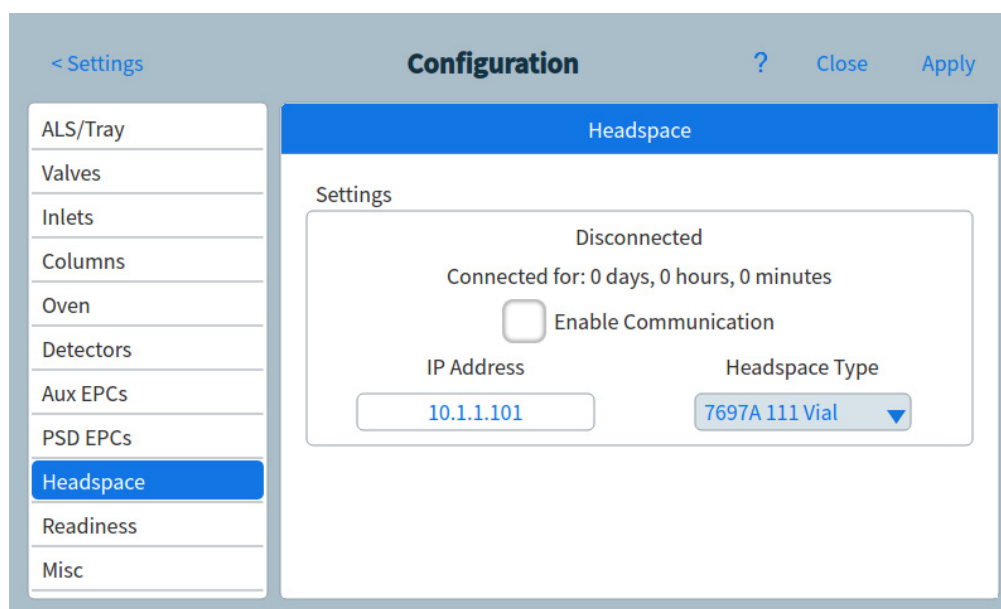

Abbildung 72. Seite „Headspace settings“
- 1 Drücken Sie **Settings (Einstellungen) > Configuration (Konfiguration) > Headspace**. Siehe **Abbildung 72**.